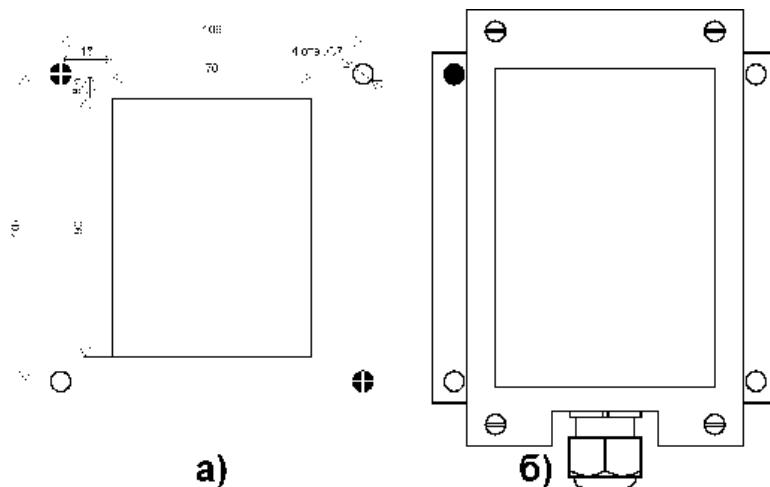
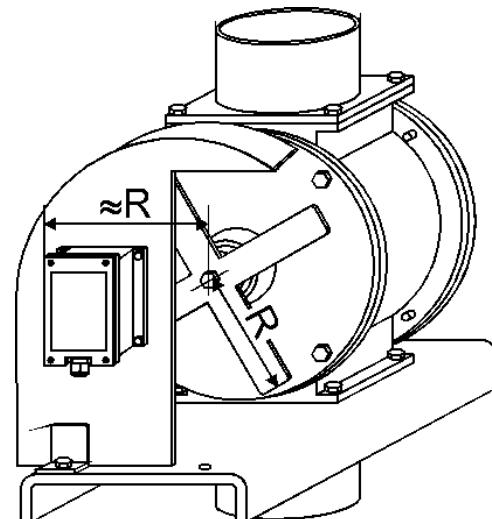

Рис. 5. Установочные отверстия для монтажа РДД-02А.
Рис. 9. Контроль вращения шлюзового затвора.
Для монтажа датчика на коробе механизма или продуктопроводе следует подготовить установочные отверстия, показанные на рис. 5. Через прямоугольный вырез в круглые отверстия изнутри вставляются болты с резьбой М6, которые прижимаются гайками. РДД-02А устанавливается на эти же болты и фиксируется вторыми гайками. Для дополнительной герметизации места установки сигнализатора допускается использование резиновой прокладки толщиной 1...10 мм, которая не должна перекрывать краев прямоугольного выреза.
Заштрихованное отверстие на рис. 5б должно совмещаться с любым из заштрихованных отверстий на рис. 5а.
**Для контроля вращения шлюзового затвора** на его вал крепится крыльчатка (рис. 9). Если затворы объединены в группу и имеют общий вал, крыльчатка монтируется на последний механизм группы. РДД-02А устанавливается снаружи на защитный кожух затвора, на максимальном расстоянии от вала (оно должно приблизительно соответствовать радиусу крыльчатки  $R$ ). Прямоугольное отверстие (рис. 5а) должно полностью пересекаться вращающимися лопастями. При аварийной остановке вала (разрушение соединительных муфт, обрыв фазы на электродвигателе и т. д.) датчик либо отключает механизм, либо выдает сигнал в систему управления.